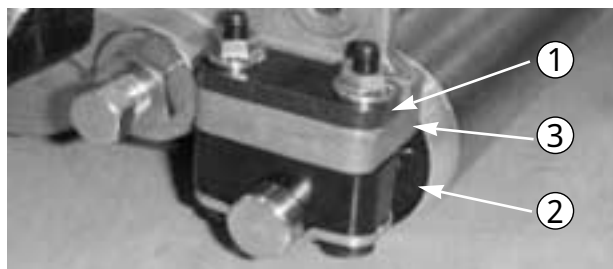

図 10
1. 所望の刈高により、後ローラ・ブラケット（図10、11）の取り付け位置を選択する（高位置または低位置）。